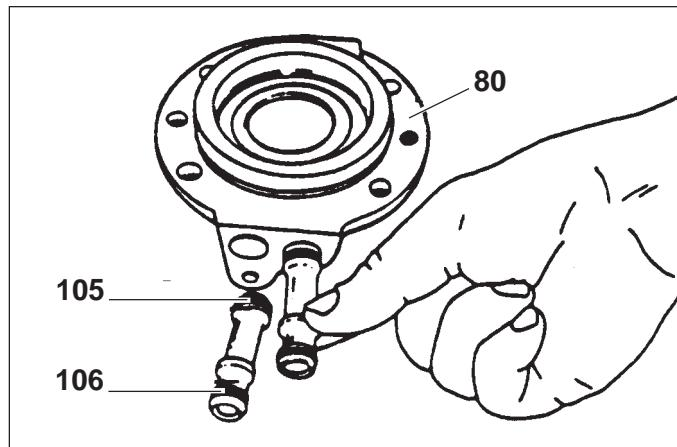
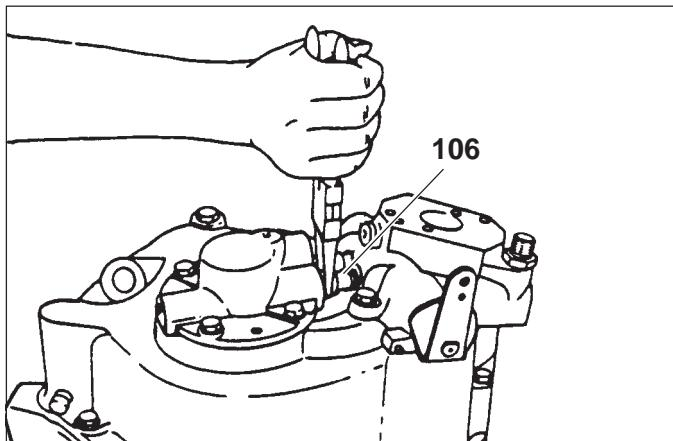

Fig. 43
Fig. 44
- 1) Montare l'anello OR (42) su coperchio distributore (80).
- 2) Introdurre nel coperchio distributore (80) i tubi (106) completi di anelli OR (105) (Fig. 43) e introdurlo nella carcassa.
- 3) Introdurre sulla semicarcassa il tubo (44) completo di anelli OR (23).
- 4) Montare il corpo distributore (7) completo di anello OR (42). Il foro presente sulla superficie di flangiatura è da circondare con pasta ermetica che non presenti col tempo fenomeni di cristallizzazione.
- 5) Avvitare i tappi (36) e (55) utilizzando come sigillante LOCTITE 542.
- 6) Introdurre l'estremità dei tubi (106) nel corpo distributore (7). Montare la vite di bloccaggio (40) utilizzando LOCTITE 542 (Fig. 44).
- 1) Put the OR ring (42) on the distributor cover (80).
- 2) Introduce the tubes (106), complete with OR rings (105) into the distributor cover (80) and introduce it in the housing (Fig. 43).
- 3) Introduce the tube (44) complete with OR rings (23) into the half casing.
- 4) Put on the distributor casing (7), complete with OR ring (42). The hole on the flanging should be packed with hermetic paste which will not crystallize in time.
- 5) Screw down the taps (36) and (55) using LOCTITE 542.
- 6) Introduce the extreme end of the tubes (106) into the distributor casing (7). Put on the locking screw (40) using LOCTITE 542 (Fig. 44).
- 6a) Install cover (80) and distributor (7) into the housing